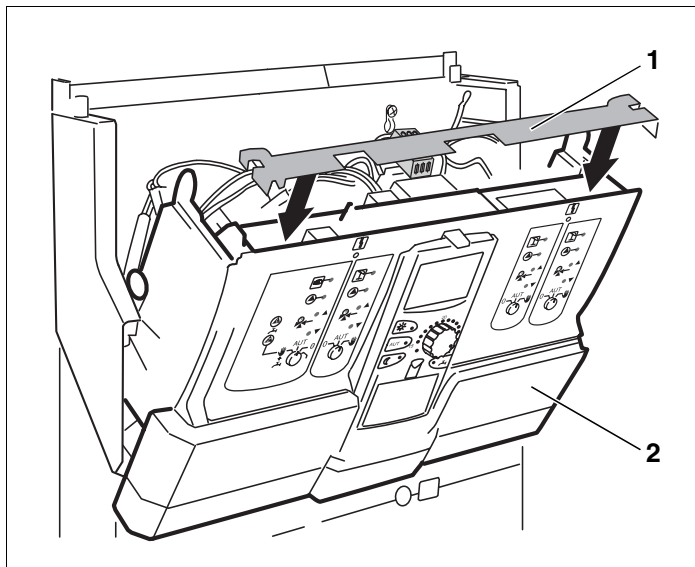

Fig. 9 Montarea rigletei transversale
- Rigleta transversală (fig. 9, **poz. 1**) se așează în decupări și se blochează.
- Partea anterioară a aparatului (fig. 9, **poz. 2**) se rabate înapoi și se blochează.